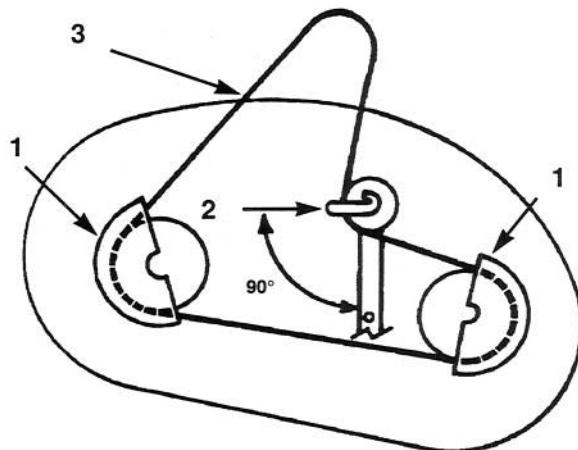

Figure 47
2. Déposer les vis de montage des carters de poulies et déposer les carters des deux poulies de lame (Fig. 47).
3. Desserrer, sans les déposer, le boulon et l'écrou retenant la poulie de renvoi et le guide de la courroie (Fig. 47).
2. Orienter le guide de courroie de la poulie de renvoi vers la gauche, à 90° par rapport au bras de renvoi (Fig. 47). Serrer le boulon de montage le contre-écrou retenant la poulie de renvoi et le guide de courroie.
3. Poser les carters droit et gauche des poulies à l'aide des vis de montage (Fig. 47).